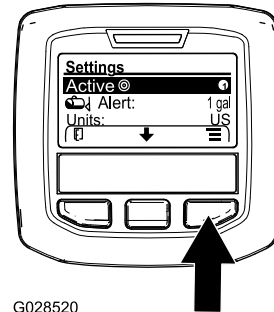

Figure 68
- Appuyez sur le bouton de sélection central pour mettre en surbrillance le débit d'application actif (Figure 68).
- Appuyez sur le bouton de sélection droit pour alterner entre les débits d'application 1 et 2 (Figure 68).